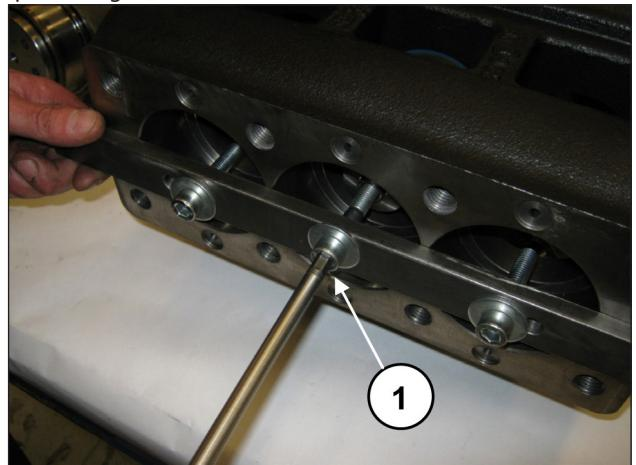
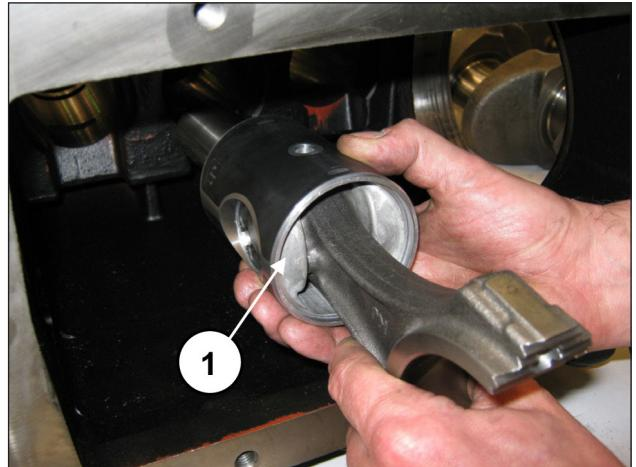

Fig. 32
Fig. 33
Procedere a svitare le viti dell'attrezzo cod. 27566200 per sbloccare le bielle (pos. ①, Fig. 32) e successivamente estrarre i gruppi biella-guida pistone dall'apertura posteriore del carter (pos. ①, Fig. 33).
Dopo aver verificato la perfetta pulizia del carter inserire il gruppo semibiella-guida pistone all'interno delle canne del carter (pos. ①, Fig. 33).
Bloccare i tre gruppi utilizzando l'apposito attrezzo cod. 27566200 (pos. ①, Fig. 32).
Rimuovere l'attrezzo per il bloccaggio delle bielle cod. 27566200 (pos. ①, Fig. 32).